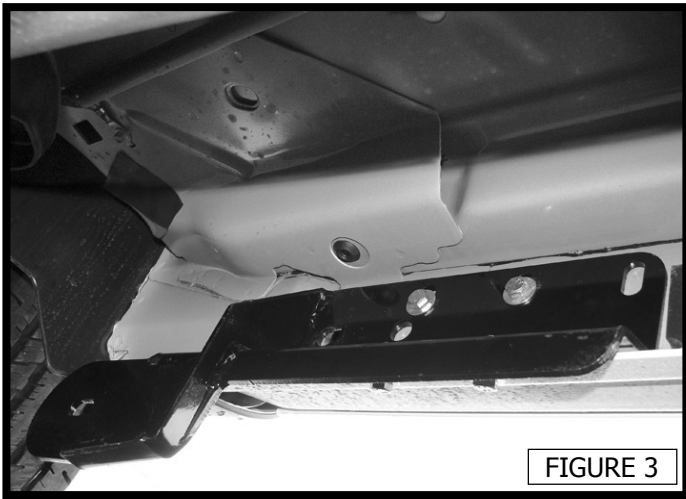

FIGURE 3
4. Insert (1) M12 single stud plate through the larger round hole, then attach the front passenger mounting bracket using (2) M8 hex bolts, (2) M8 lock washers, (2) M8 flat washers, (1) M12 hex nut, (1) 1/2" lock washer, and (1) 1/2" flat washer. Do not fully tighten at this time. (FIGURE 3)
5. Align two of the bottom holes with the two on the vehicle pinch weld, then secure with (2) M8 hex nuts, (2) M8 hex bolts, (4) M8 flat washers, and (2) M8 lock washers. Do not fully tighten at this time. (FIGURE 3)
3. Insérez (2) écrous pincés M8 dans la fente rectangulaire, de manière à ce qu'ils soient visibles à travers les orifices circulaires. (FIGURE 3)
4. Insérez (1) plaque à goujon simple M12 dans le grand orifice circulaire. Ensuite, fixez le support de montage frontal passager à l'aide de (2) boulon hexagonaux M8, (2) boulons hex M8, (2) rondelles plates M8, (1) écrou hexagonal M12, (1) rondelle frein 1/2 et (1) rondelle plate 1/2. Ne serrez complètement pas pour le moment. (FIGURE 3)
5. Alignez deux des orifices inférieurs avec les deux situés sur les joints de soudure du véhicule, puis fixez le tout à l'aide de (2) écrous hexagonaux, (2) vis à tête hexagonale M8, (4) rondelles plates M8 et (2) rondelles freins M8. Ne serrez complètement pas pour le moment. (FIGURE 3)